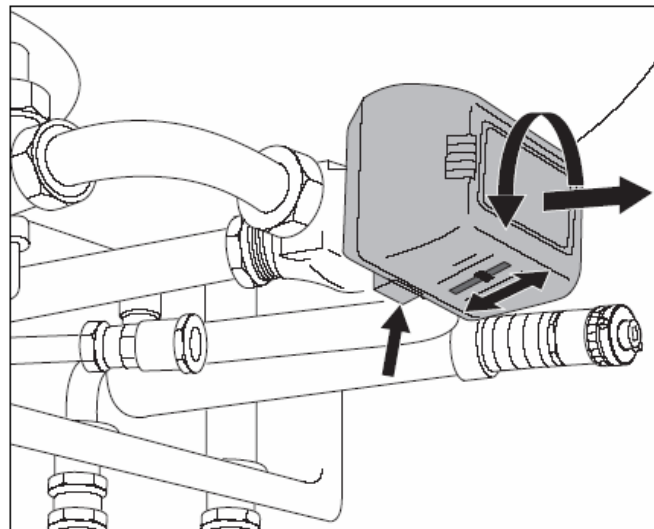

Рис. 43 Проверка правильности действия трехходового клапана
- Нажмите фиксатор на серводвигателе и снимите байонетную муфту, поворачивая ее против часовой стрелки (рис. 43).
- После включения котла Logamax plus GB112 в работу откройте один из кранов горячей воды. Если серводвигатель запустится (проверьте перемещение красного регулировочного рычага – рис. 43, поз 4), система включения трехходового клапана в порядке.